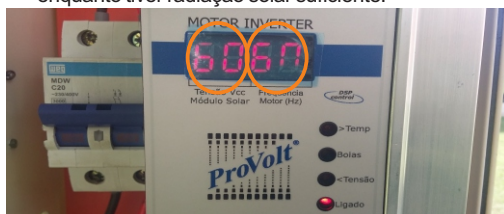

Figura 17: Indicações no display, lado esquerdo: “Tensão Vcc Módulo Solar” e do lado direito: “Frequência Motor (Hz)”
- Mudando a chave para a posição ON, o inversor iniciará a operação. O display mostrará nos dois primeiros dígitos (lado esquerdo) a “Tensão Vcc Módulo Solar” e nos dígitos finais (lado direito) a “Frequência Motor (Hz)” que poderá variar de acordo com a operação do sistema (Figura 17). A tensão CC estando dentro dos parâmetros que exige o inversor, faz com que o sistema funcione continuamente enquanto tiver radiação solar suficiente.